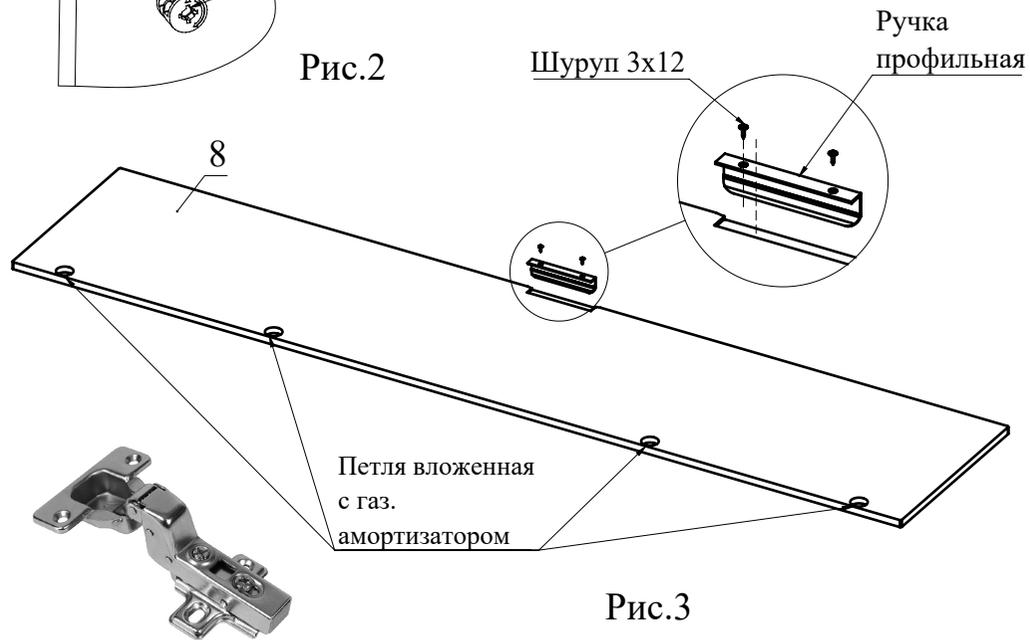

Рис.3
3. При помощи шурупов 3,5x16 закрепите петли вложенные на детали 8 (Рис. 3).
4. С помощью шурупов 3,5x12 закрепите ручки на деталях 8 (Рис. 3).